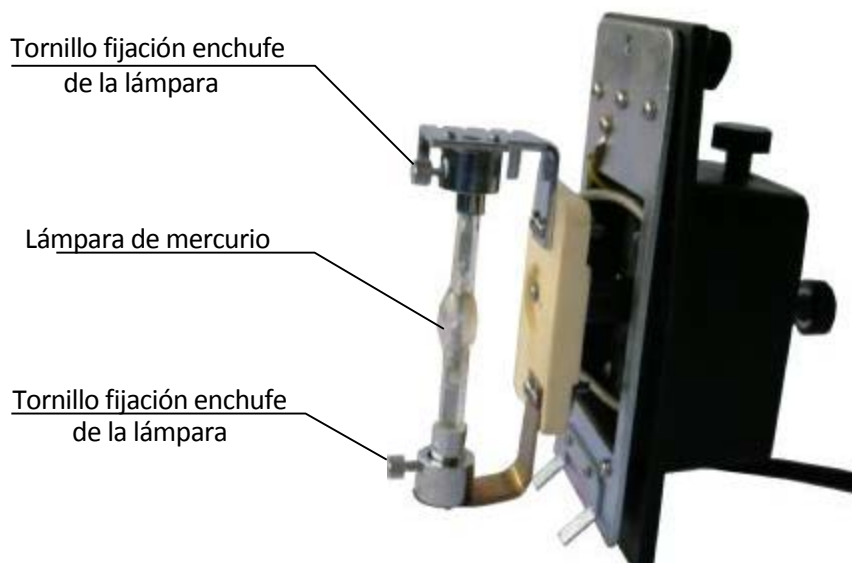

Fig.5
(1) Sustitución de la lámpara de mercurio (Fig.5):